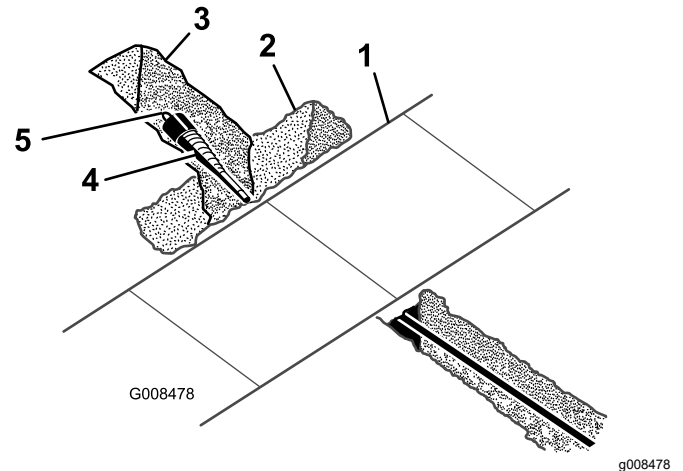

图 6
1. 使用铁铲小心地在钻头周围挖掘清除上面的土壤直到可以拆下钻头为止图 6。
2. 拆下钻头并连接扩孔钻图 6。
3. 将安装的电缆或管道连接到扩孔钻末端的转环上图 6。